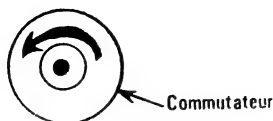

Fig. 16.7
- dévisser l'écrou du commutateur, retirer la rondelle éventail et la butée. Tourner le commutateur à fond vers la gauche. Remettre la butée en place en positionnant l'ergot sur le 3 (indiqué sur le corps du commutateur). Replacer la rondelle, puis resserrer l'écrou (*fig. 16.7*) :